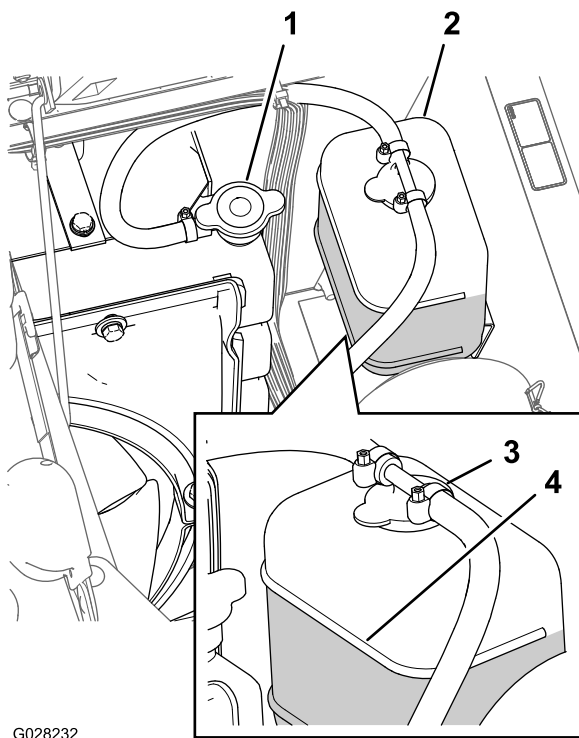

Figure 92
3. Retirez le bouchon du radiateur et le bouchon du vase d'expansion avec précaution (**Figure 92**).
Remarque: Le radiateur doit être rempli jusqu'en haut du goulot de remplissage et le vase d'expansion jusqu'au repère maximum (Figure 92).
- Si le niveau de liquide de refroidissement est trop bas, enlevez le bouchon du vase d'expansion et le bouchon du radiateur. Remplissez le vase d'expansion jusqu'au repère maximum, et le radiateur jusqu'en haut du goulot de remplissage (Figure 92).
- Remettez en place les bouchons du radiateur et du vase d'expansion (Figure 92).
- Laissez refroidir le moteur puis retirez le bouchon du radiateur (Figure 92).
- Retirez le bouchon de radiateur (Figure 92).
8. Démarrez le moteur en ayant serré légèrement le bouchon sur le radiateur (Figure 92).
10. Une fois le liquide de refroidissement chaud, faites l'appoint jusqu'à la surface d'étanchéité du bouchon et serrez ce dernier (Figure 92).
11. Ouvrez le bouchon du vase d'expansion et versez du liquide de refroidissement jusqu'au niveau à froid (Figure 92).